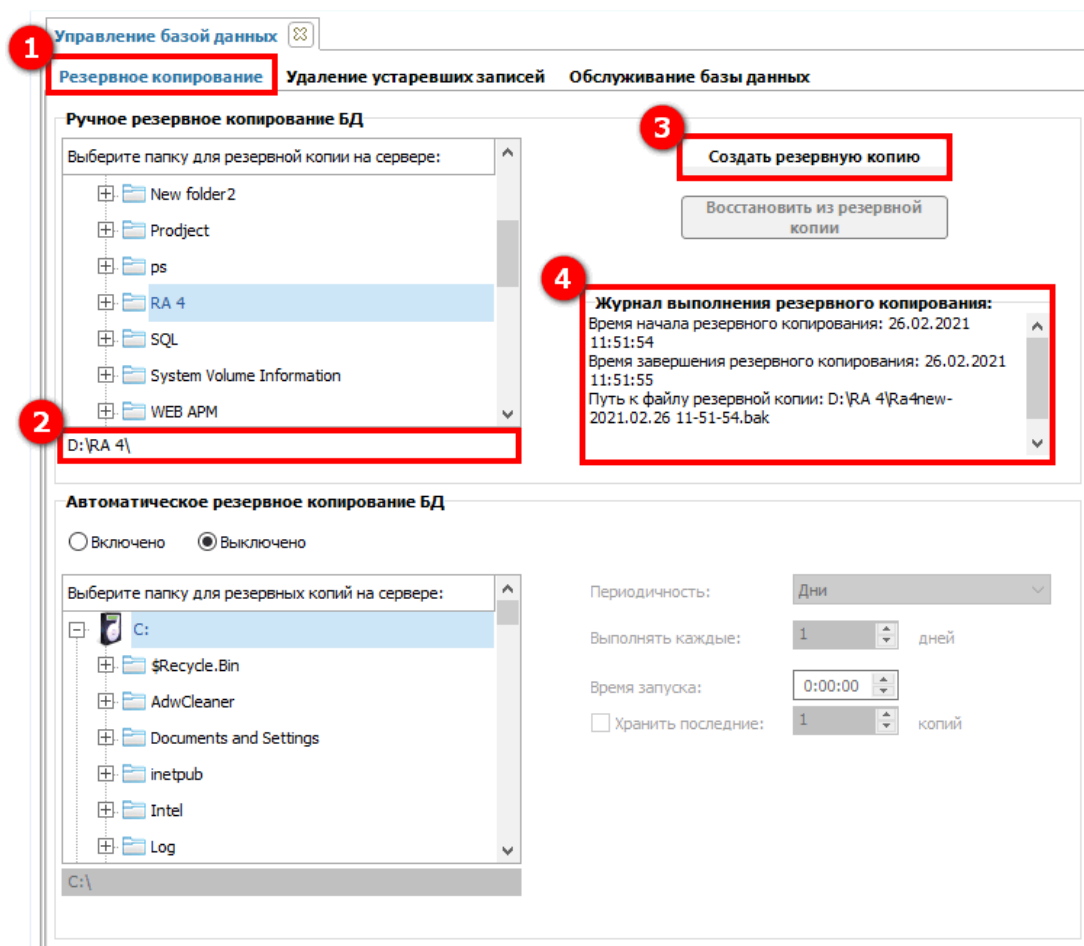

Рисунок 257 – Резервное копирование
Вкладка **Резервное копирование** (1) (см. рисунок 257) предназначена для создания резервной копии БД, а также восстановить БД из ранее созданной копии. Для создания резервной копии в ручном режиме необходимо указать папку для ее сохранения (2), и нажать кнопку **Создать резервную копию** (3). После создания резервной копии информация о результате отразится в поле **Журнал выполнения резервного копирования** (4).